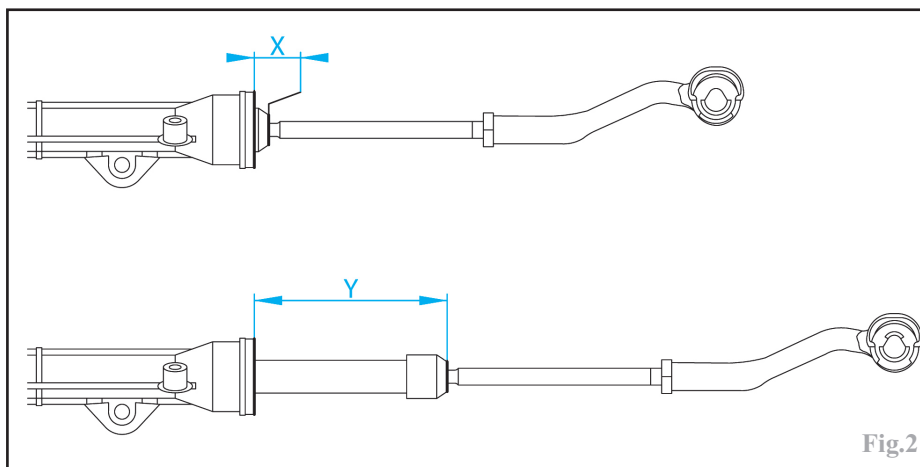

Fig.2
Braquer la direction en butée à gauche et relever la valeur (X), entre la crémaillère et le boîtier (Fig.2).